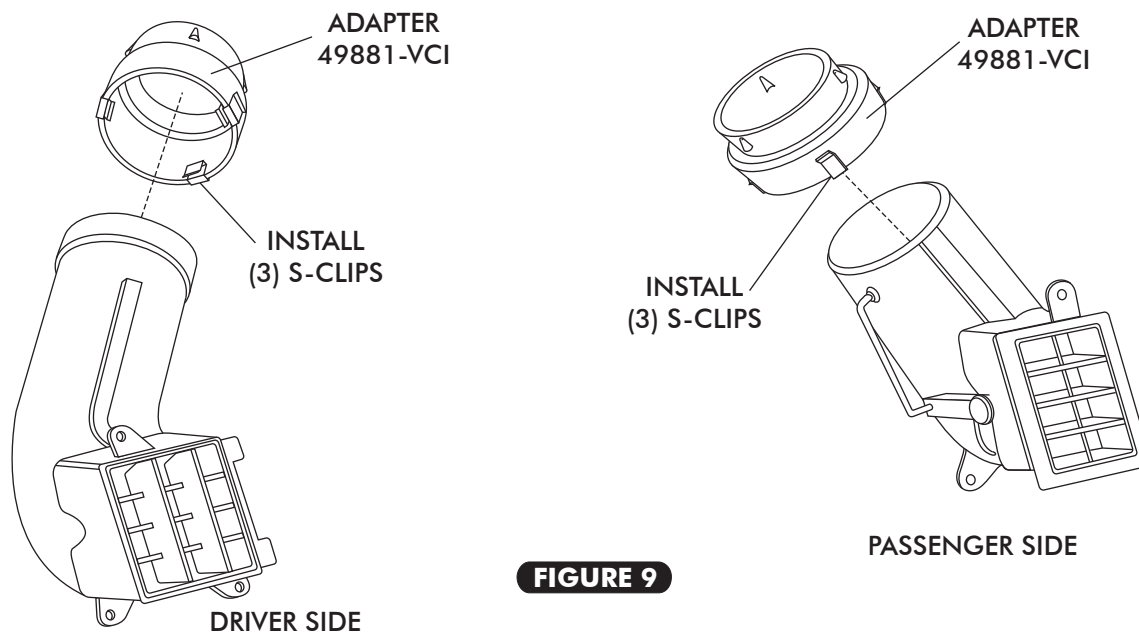

FIGURE 9
- INSTALL S-CLIPS ON THE HOSE ADAPTERS AS SHOWN IN FIGURE 9, BELOW.
- INSTALL THE DRIVER & PASSENGER SIDE HOSE ADAPTERS ON THE OEM LOUVERS (SEE FIGURE 9, BELOW).